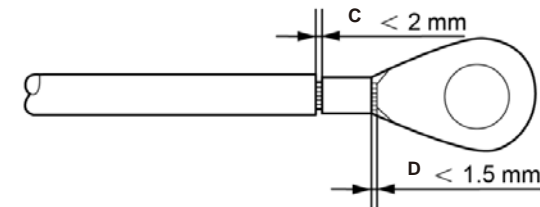

Figura 3.16 Pelar el cable
4) Inserte el cable pelado en el área de crimpado del terminal OT y use la abrazadera hidráulica para crimpar el terminal al cable (consulte la figura 3.16).